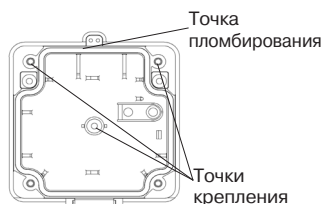

Рисунок 1
4.1 ИПР-Ех устанавливается на вертикальную поверхность на высоте 1,4–1,6 м от уровня земли или пола. Крепеж извещателя осуществляется через отверстия (см рисунок 1).
4.2 Конструкцией предусмотрена возможность пломбирования крышки извещателя (см. рисунок 1).